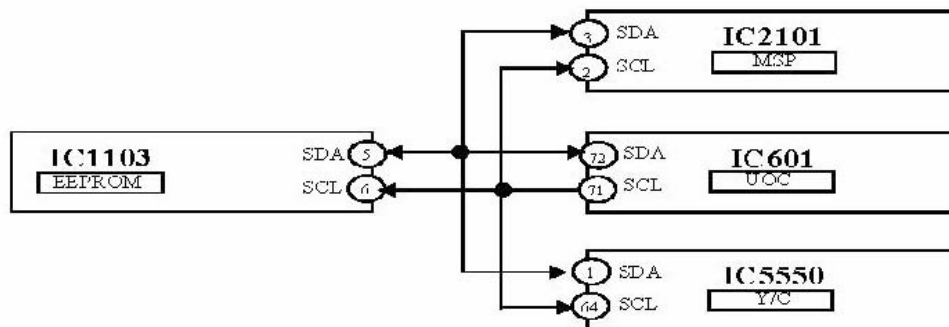

Рис. 1.0
- Для SDA/SCL используется напряжение 5 В. [Рис. 1.0]